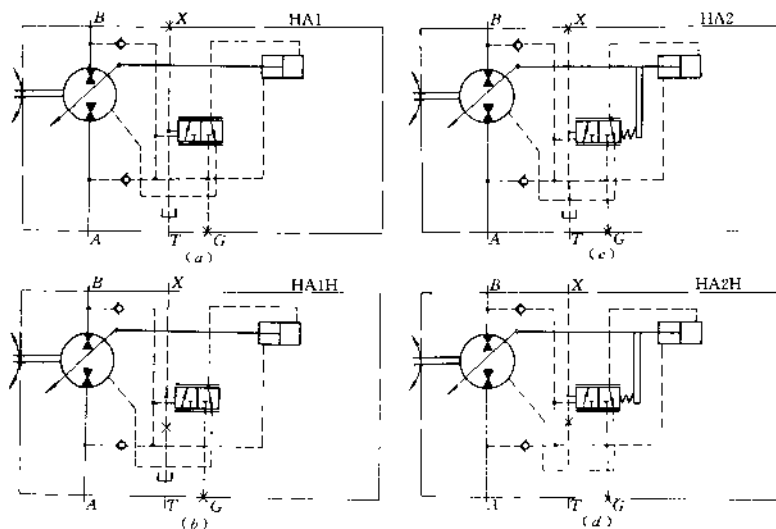

图 11.5-1 A6V 变量马达 HA 控制原理图
(3) 变量方式
A. 高压自动变量(HA)(原理图见图 11.5-1)